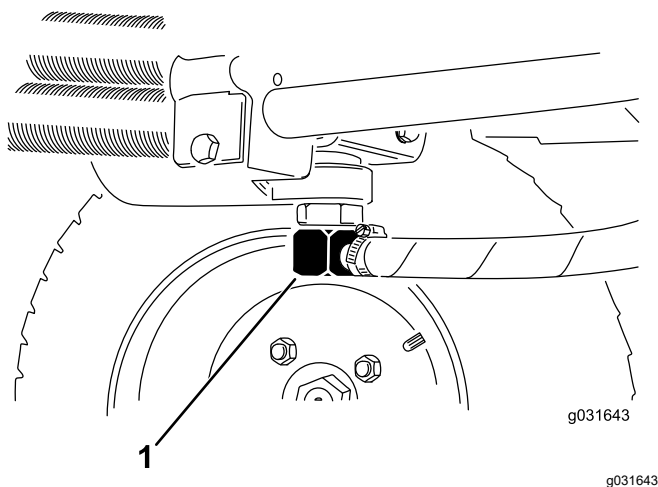
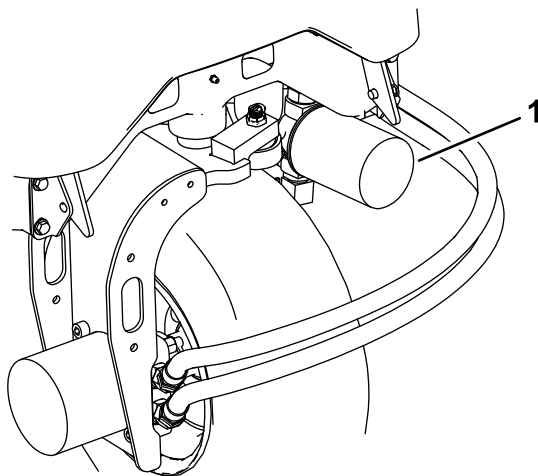

Figura 65
Figura 67
2. Desconecte as linhas hidráulicas ou retire o filtro hidráulico e deixe que o fluido hidráulico esorra para dentro de um recipiente de escoamento (Figura 67 e Figura 65).
3. Instale as linhas hidráulicas quando o fluido parar de escorrer (**Figura 65**).
3. Limpe em torno da área de montagem do filtro, coloque um recipiente de escoamento debaixo do filtro e retire o filtro (**Figura 67**).